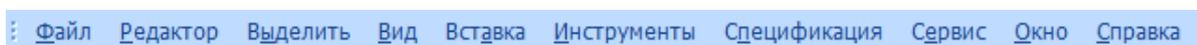

Рисунок 3. Главное меню
**Главное меню** системы служит для вызова команд (рис. 3). Вызов некоторых из них возможен также с помощью кнопок Инструментальных панелей. По умолчанию Главное меню располагается в верхней части окна.